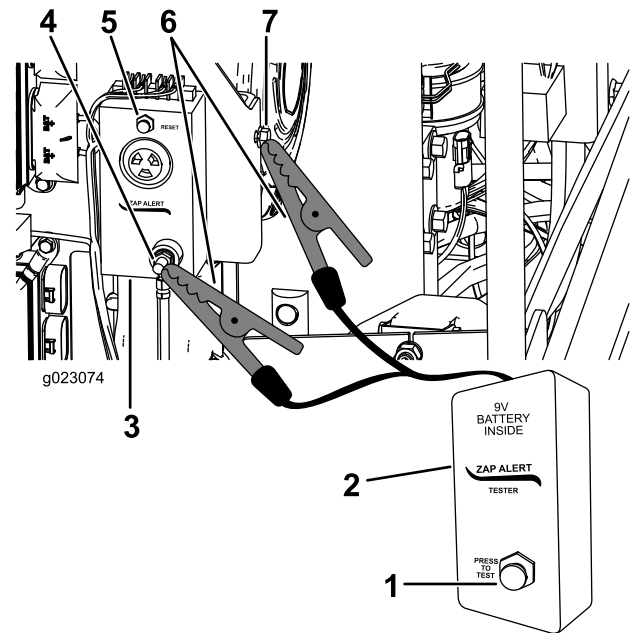

Figura 65
3. Conecte una de las pinzas del probador del sistema Zap Alert al conector de tierra del sistema Zap Alert (Figura 65).
5. Pulse el botón de prueba del probador del sistema Zap Alert (Figura 65).
6. Pulse el botón de reinicio del Zap Alert para detener la alarma (Figura 65).